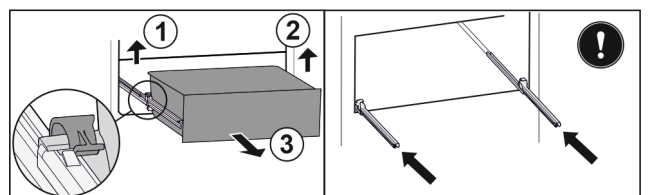

Fig. 154
- Sollevare il morsetto sinistro e allo stesso tempo tirare in avanti il cassetto sinistro. *Fig. 154 (1)*
- Sollevare il morsetto destro e allo stesso tempo tirare in avanti il cassetto destro. *Fig. 154 (2)*
- Rimuovere il cassetto tirandolo in avanti. *Fig. 154 (3)*